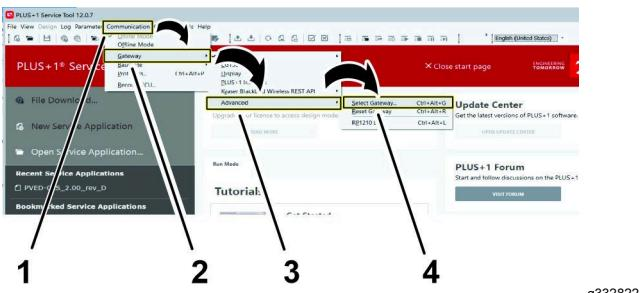

Figura 39
6. En la cinta de opciones, haga clic en el botón Comunicaciones (Figura 39).
7. En el menú desplegable Comunicaciones, haga clic en el botón Puerta de enlace (Figura 39).
8. En el menú desplegable Puerta de enlace, haga clic en el botón Avanzado (Figura 39).
9. En el menú desplegable Avanzado, haga clic en el botón Seleccionar puerta de enlace... (Figura 39).